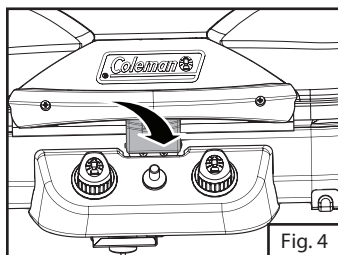
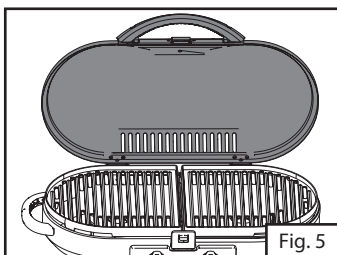

Fig. 4
Fig. 5
3. Tirer vers l'extérieur pour dégager le loquet du couvercle et ouvrir le couvercle. (Fig. 4 et Fig. 5)